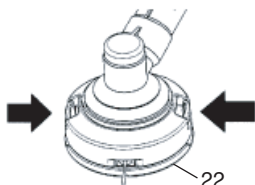

Fig. 26
- (1) Retire la caja (22) pulsando firmemente hacia dentro las pestañas de bloqueo con los pulgares, tal y como se muestra en la Fig. 26.